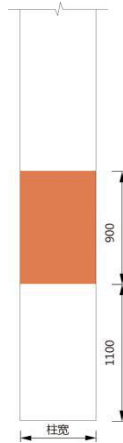

图 14 应配建区柱体标识样式及尺寸示例
14. 配建区柱体标识应涂刷色带。标识样式及尺寸示例见图 14。